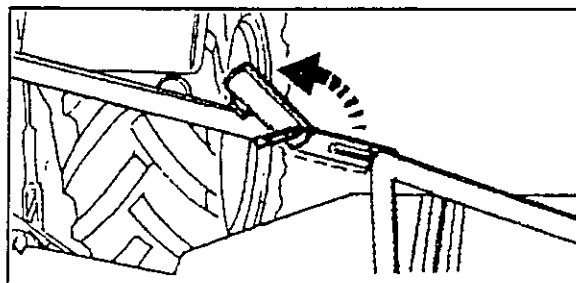

Fig. 4-13
3. Aprire il chiavistello di bloccaggio (Fig. 4-13).